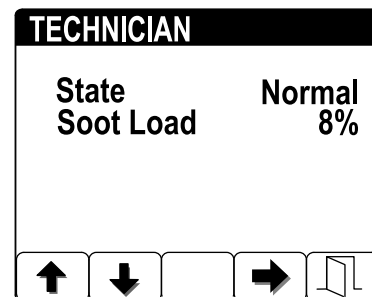

図 40
- すすの蓄積レベル DPF ので表示される 図 40を確認するすす蓄積表を参照